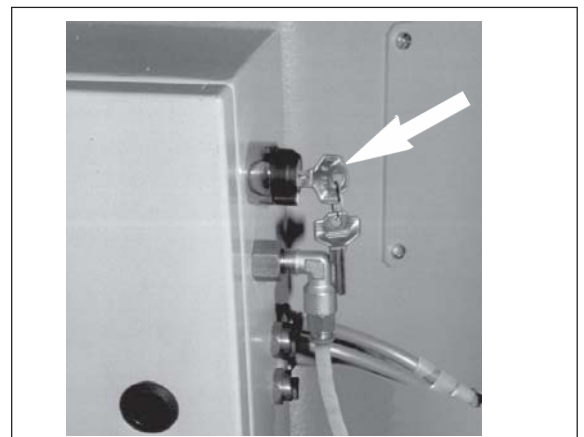

Abb. 6.2 Schlüsselschalter
- Den Pneumatikkreis unterbrechen, indem der Schlüsselschalter Abb. 6.2 gedreht wird.